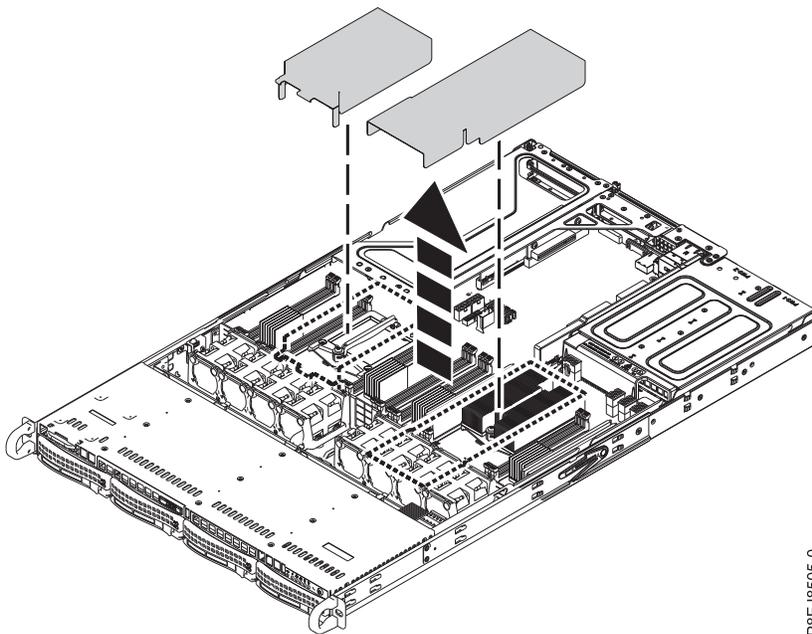

Abbildung 47. Luftführung des Prozessors ausbauen
3. Bauen Sie die Luftführung des Prozessors aus (siehe Abb. 47). Lösen Sie die Luftführung des Prozessors vorsichtig und heben Sie sie aus dem System.